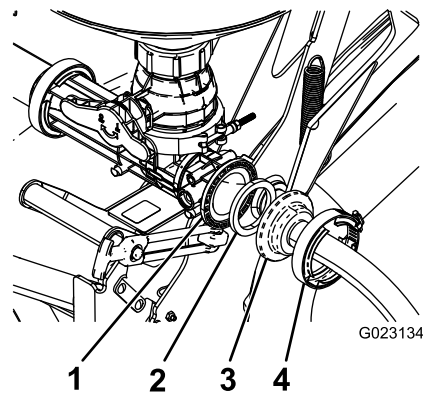

Figura 19
- 4. Sujete el extremo de la manguera de alimentación que no lleva conector estanco al orificio de la válvula del eyector que está orientado hacia atrás, con una junta y una abrazadera sin fin (Figura 19).